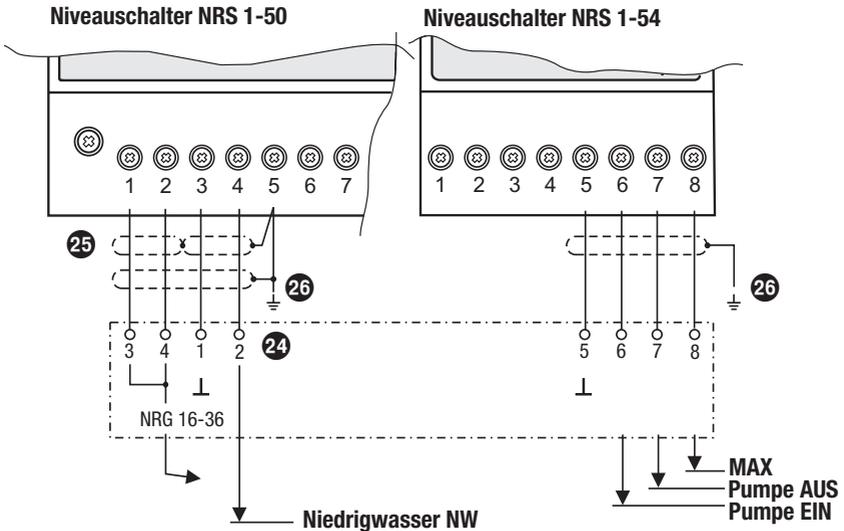

Fig. 8
Belegen Sie die Klemmleiste gemäß dem Anschlußplan. **Fig. 8.** Schließen Sie die Abschirmungen an die Klemme 5 und an den zentralen Erdungspunkt (**ZEP**) **im Schaltschrank** an.
3. Anschlussklemmen gemäß Anschlussplan **Fig. 8** und **Tabelle Funktionen S. 10** belegen